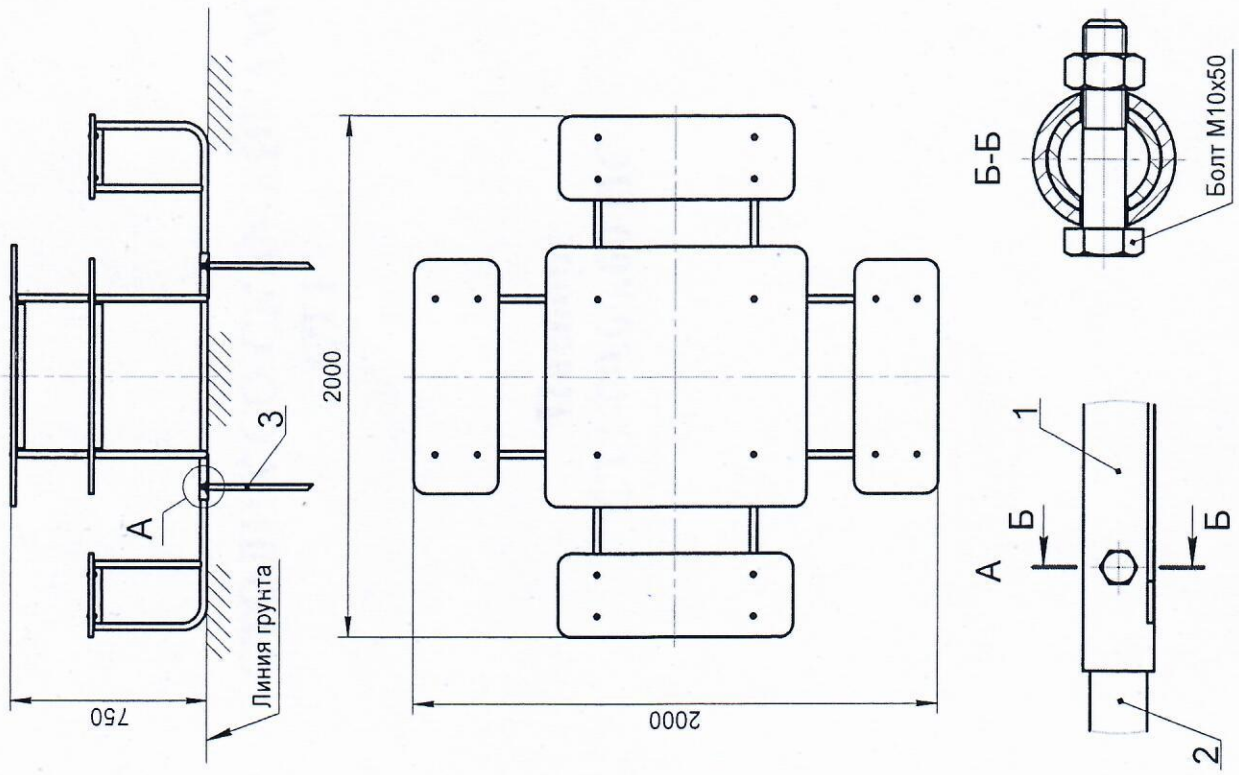

Рисунок 2 - Сборка и установка изделия
- Собрать столик со скамейками поз.1 со скамейками поз.2 (рисунок 2, с.8);